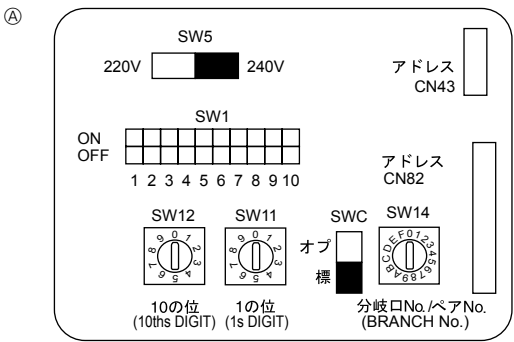

Fig. 4-4
4.5. Definição dos endereços (Fig. 4-4)
- ① Como definir os endereços
- ② Como definir os números de bifurcações SW14 (Somente a série R2)
4.6. Medição da temperatura da peça com a sonda incorporada no controle remoto (Fig. 4-4)